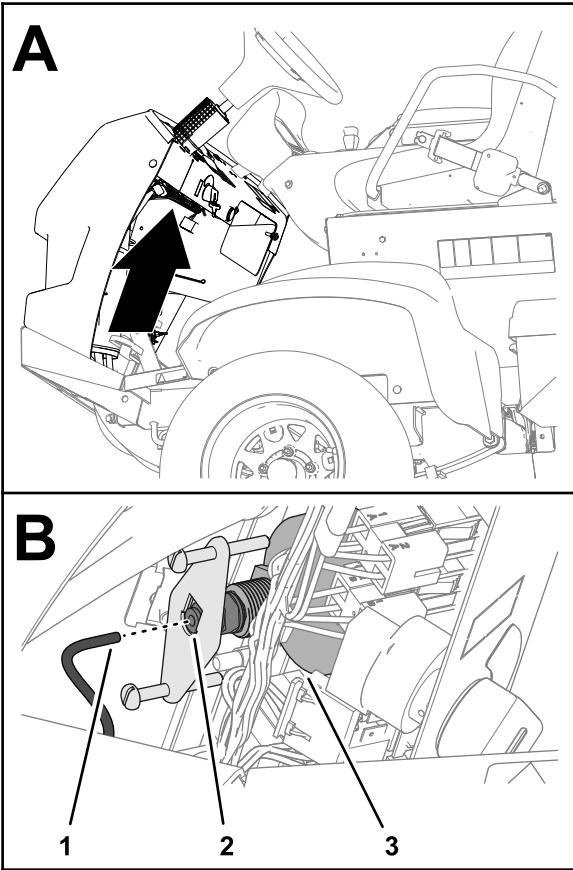

Рисунок 128
- Вставьте трубку в соединительную муфту в задней части манометра (Рисунок 128).